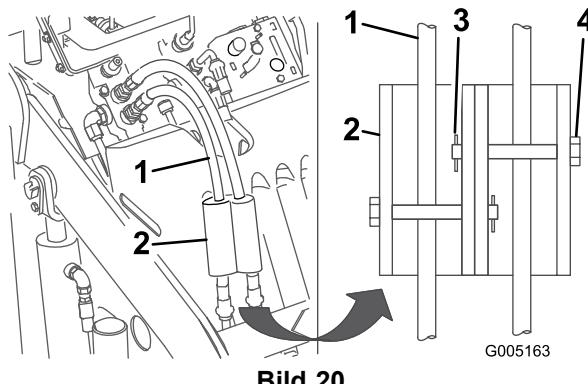

Bild 20
7. Montieren Sie die Zylinderschlösser über die Hydraulikschläuche und befestigen Sie diese mit den Lastösenbolzen und den Splints (Bild 20).